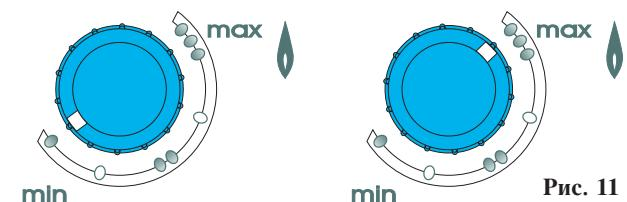

Рис. 11
- Данный водонагревательный аппарат с автоматической регулировкой мощности оборудован системой, позволяющей пользователю установить ограничение максимальной мощности. Для этого установите регулятор (23) в положение между отметками min и max (рис. 11).